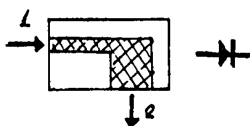

Рис.9
На **рис.9** показана схема взрывного диода на основе явления теневого зоны. Его работа аналогична работе разъединителя детонации, показанного на **рис.5** предыдущей статьи. Из-за теневого эффекта детонация с широкой стороны 2 не проходит в узкую сторону 1 при условии выполнения соотношения (1).